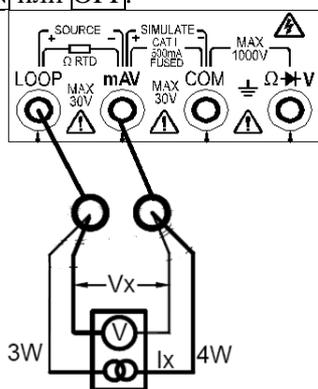

Рис. 10.
2. Подключите черный коннектор изм. провода в гнездо **LOOP**, а красный коннектор в гнездо **mAV** (рис.10);